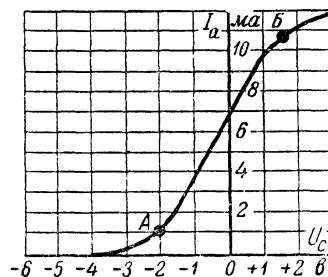

Рис. 31. Сеточная характеристика трехэлектродной лампы.
**Л.** — В соответствии с этими величинами вычертим характеристику лампы (рис. 31). Эта кривая представляет собой в своем роде паспорт лампы. Она характеризует свойства лампы и позволяет лучше ее использовать.